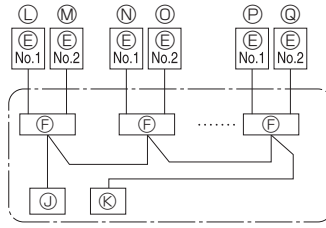

Fig. 6-2
6.1. Dış ünite (Fig. 6-1, Fig. 6-2)